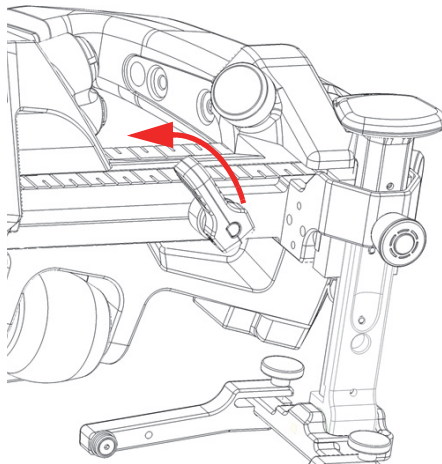

Figura 2-9 Palanca de posicionamiento desbloqueada
1. Gire la palanca de posicionamiento en sentido antihorario hasta desbloquear el soporte de sonda (ver Figura 2-9 en la página 46).